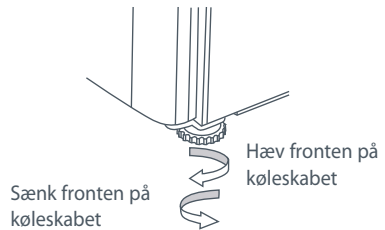

Fig.9 Køleskabsfødder
- C Justér de forreste fødder, indtil køleskabet vipper bagover med den forreste del ca. 10 mm højere end den bagerste del. Dette sikrer en god lukning af døren. (Se Fig. 9).